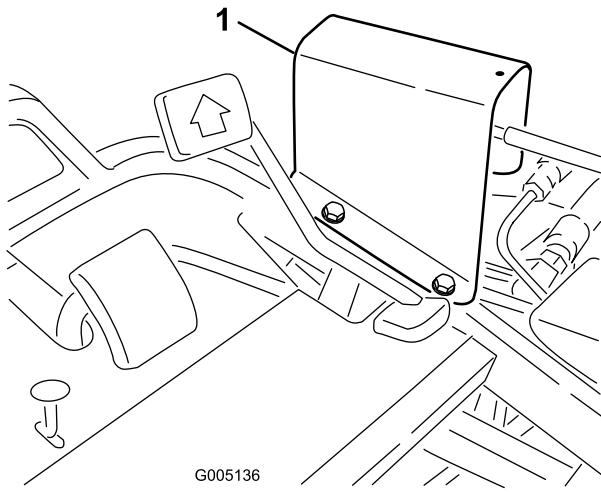

Figura 43
1. Coloque as bobinas 1, 2 e 3 em neutra (centro do deslocamento) e retire o resguardo da barra de transferência do painel do pé(Figura 43).